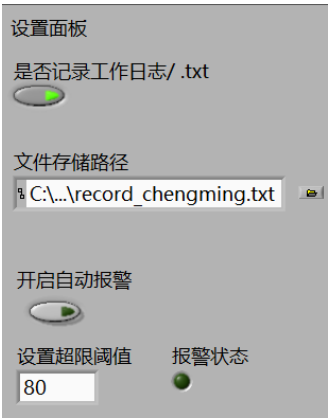

图 4-1
1、打开“是否记录工作日志/.txt”开关，并设置文件保存路径，则系统会将每一次采集数据得到的温度值和对应的本地时间记录在指定位置的文本文件中，如图 4-1、4-2 所示。